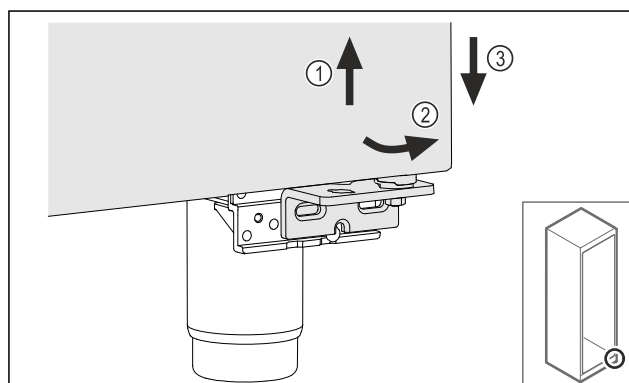

Fig. 23
- Deur iets optillen Fig. 23 (1), onderzijde naar voren kantelen Fig. 23 (2) en laten zakken Fig. 23 (3).